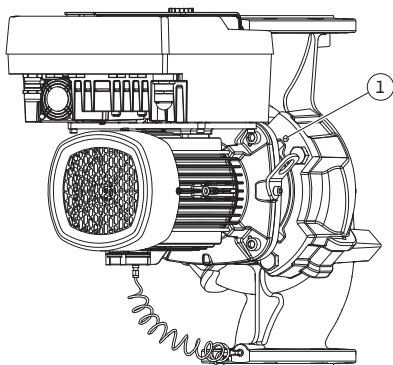

Fig. 12: Ievietojamā moduļa nospiešana, izmantojot vītnes urbumus
- Nospiediet ievietojamo moduli (skat. Fig. 4) no sūkņa korpusa. Atkarībā no sūkņa tipa (skat. Fig. I-IV) ir pieejami divi dažādi pamatu veidi. Sūkņa tipam (Fig. III un Fig. IV) atskrūvējiet skrūves (29. poz.). Izmantojiet divus blakus esošos vītnes urbumus (Fig. 12, 1. poz.) un piemērotas skrūves, ko nodrošina pasūtītājs (piemēram, M10 x 25 mm). Sūkņa tipam (Fig. I un Fig. II) izmantojiet abus vītņu urbumus M10 (Fig. 109). Izmantojiet piemērotas skrūves, ko nodrošina pasūtītājs (piemēram, M10 x 20 mm). Nospiešanai varat izmantot arī šķēlumus (Fig. 109, 2. poz.).